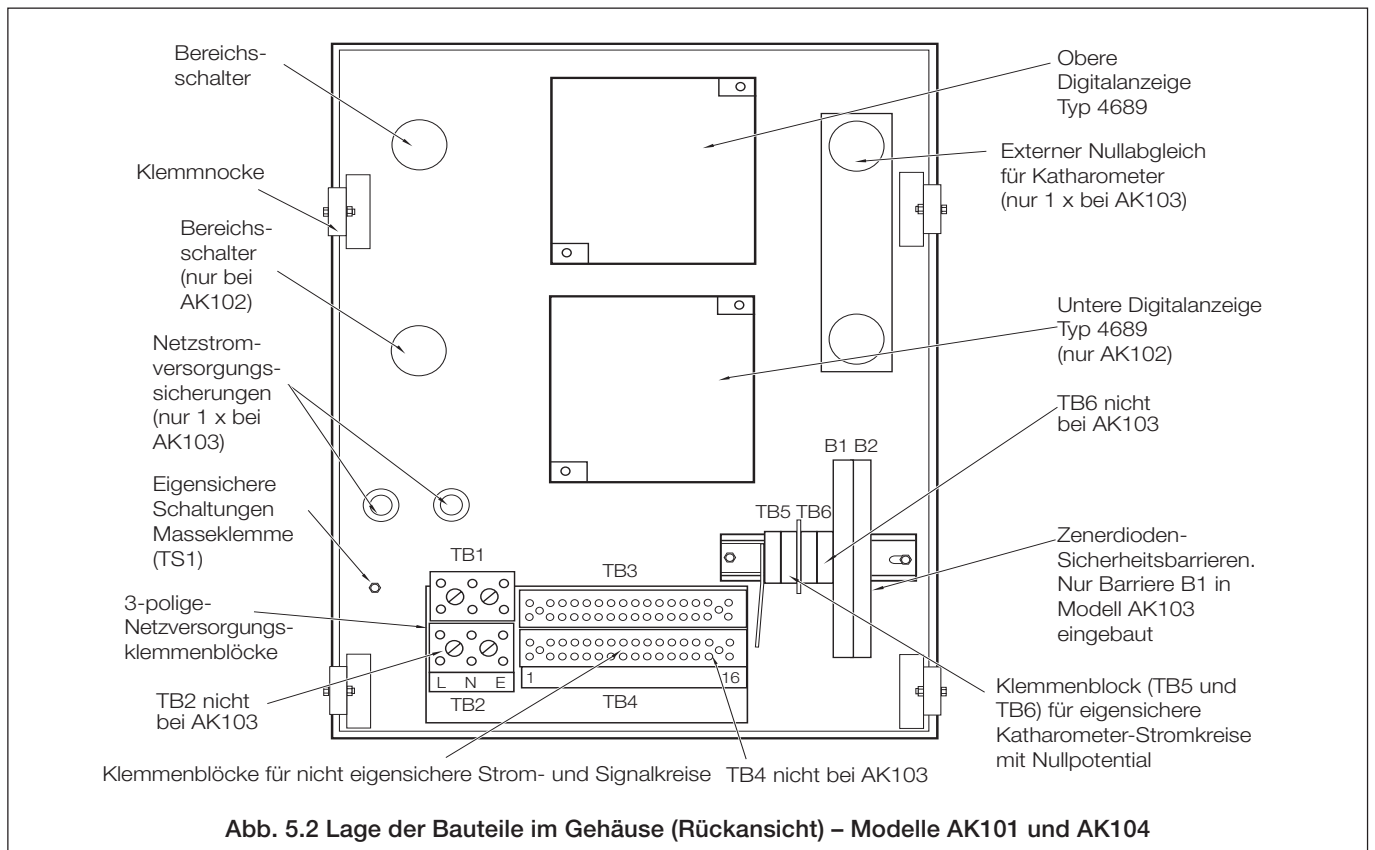

Abb. 5.2 Lage der Bauteile im Gehäuse (Rückansicht) – Modelle AK101 und AK104
5.1.1 Monitor (Modell 6553) – Abb. 5.2
Die Kabel sind durch die Unterseite der Einheit zu führen und an den unmittelbar darüber liegenden Klemmenblöcken anzuschließen – siehe Abb. 5.2.
Erd- und **Sicherheitserdverbindung** an der Masseklemme (TS1) vornehmen – siehe Abb. 5.2.